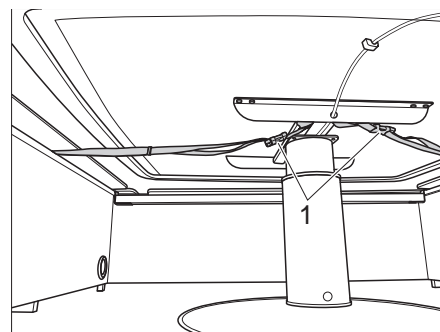

Bild 60 Säkring av lyftbord med remmar
- ▷ Lyftbordet är inte fäst vid marken. Sänk lyftbordet till undre stoppläge innan körning och fäst till sittbänkarna med medföljande remmar (Bild 60,1).